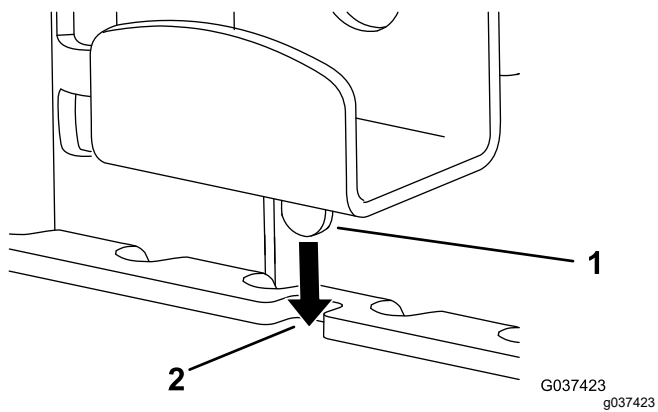

Figure 19
2. Desserrez le bouton et abaissez le support supérieur en insérant la languette dans le cran du support articulé (Figure 19).